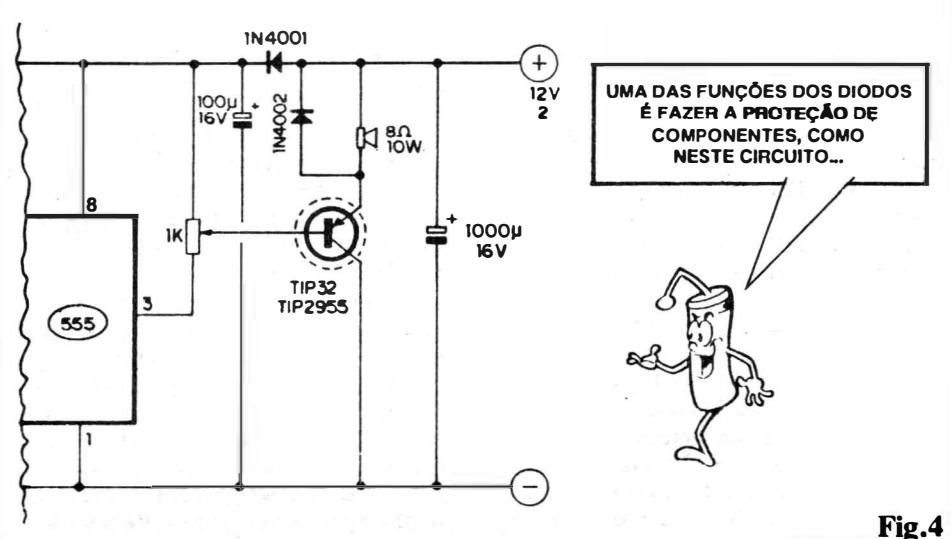

Fig.4
**- FIG. 4 - UM MÓDULO DE POTÊNCIA COM CONTROLE DE VOLUME** - O amplificador sugerido na fig. 3 é "bravo", porém não contém nenhum recurso "interno" de controle... O volume "correrá solto", dimensionado unicamente pelo nível de sinal recebido, e pelo regime de energia proporcionado pela fonte de alimentação... Quando a idéia for, simplesmente, "arrebentar a boca do balão", tudo bem... É isso aí mesmo! Acontece que, em muitas aplicações finais, será conveniente a possibilidade de se ajustar ou controlar o volume ou intensi-